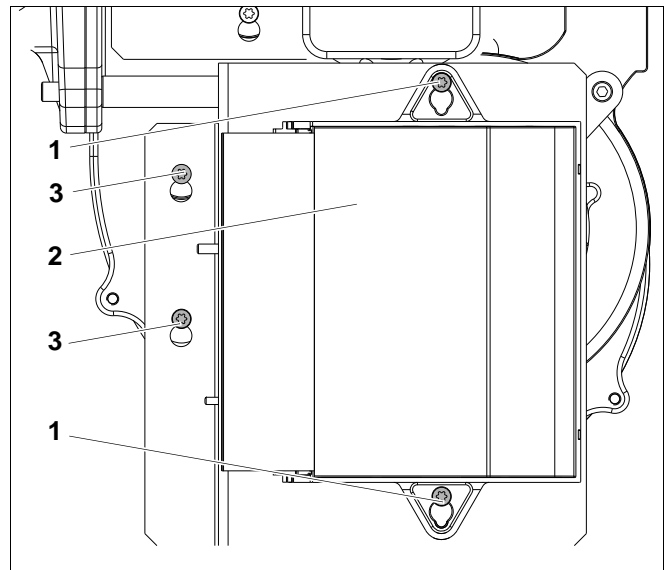

Рис. 49 Отверните винты электронного регулятора скорости вращения
- Отверните винты регулятора скорости вращения (рис. 49, поз. 1) и снимите его (рис. 49, поз. 2).
- Ослабьте два винта (рис. 49, поз. 3, стр. 47) на пластине электронного регулятора скорости вращения (не отворачивайте полностью) и снимите пластину.